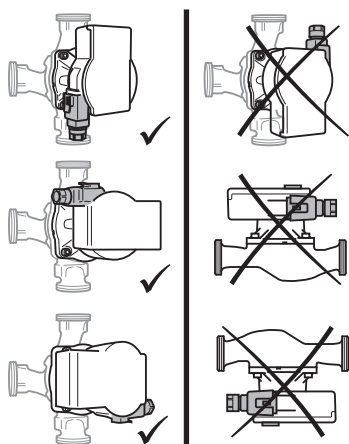

Fig. 2: Einbaulagen
- Einbauort entsprechend der zulässigen Einbaulage (Fig. 2) auswählen.
- Zulässige Einbaulage (Fig. 2) der Pumpe beachten, gegebenenfalls Motorkopf (2+6) drehen.
- VORSICHT! Leckagewasser kann das Regelmodul beschädigen! Obere Absperrarmatur seitlich ausrichten, so dass kein Leckagewasser auf das Regelmodul (6) tropfen kann.**
- Motorkopf (2+6) festhalten und 4 Gehäuseschrauben (5) herausschrauben.
- Zulässige Einbaulage (Fig. 2) und Fließrichtungspfeil auf dem Pumpengehäuse (1) beachten.
- 4 Gehäuseschrauben (5) festschrauben.